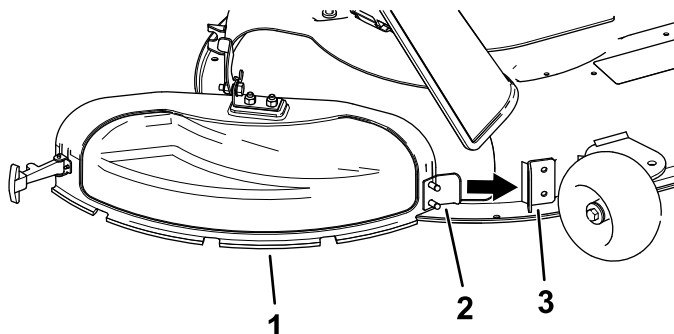

Figura 14
3. Înclinai proeminența metalică de pe capacul de evacuare în fanta din suportul sudat de pe puntea mainii de tuns iarba (Figura 14).